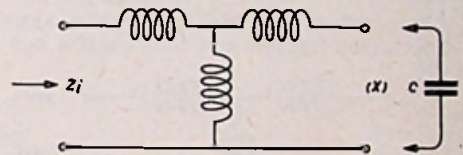
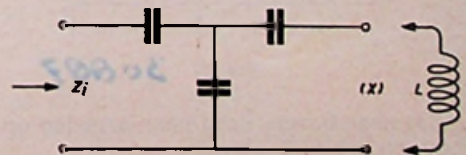

Fig. 51 30895
Fig. 52 30894
C. T-cel opgebouwd uit zelfinducties doch belast met een capaciteit (fig. 51).
D. T-cel opgebouwd uit capaciteiten doch belast met een zelfinductie (fig. 52).
vert nu het punt E op. Het stuk BE is nu de gevraagde  $Z_i$ . Deze constructie geldt dus zowel voor het geval van fig. 51 als voor fig. 52.